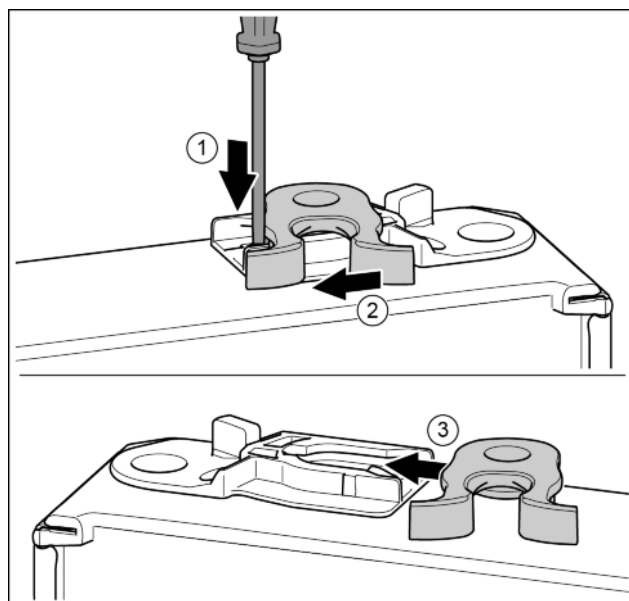

Fig. 16
- ▶ За допомогою шлицевої викрутки притисніть униз накладку. Fig. 16 (1)
- ▶ Витягніть із напрямної запірний гачок. Fig. 16 (2)
- ▶ Вставте запірний гачок у напрямну з іншого боку. Fig. 16 (3)